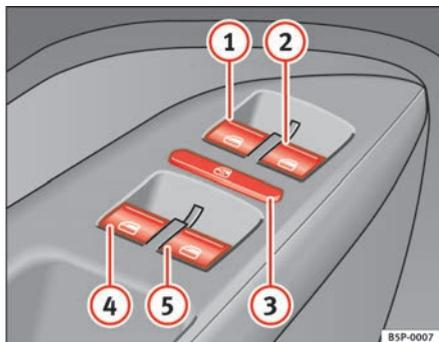

Fig. 68 Detalle de la puerta del conductor: mandos para las ventanillas delanteras y traseras
Las teclas ⇒ página 112, fig. 68 ① y ② tienen dos posiciones para la apertura de las ventanillas y otras dos para el cierre. De este modo es más fácil controlar las operaciones de apertura y cierre.